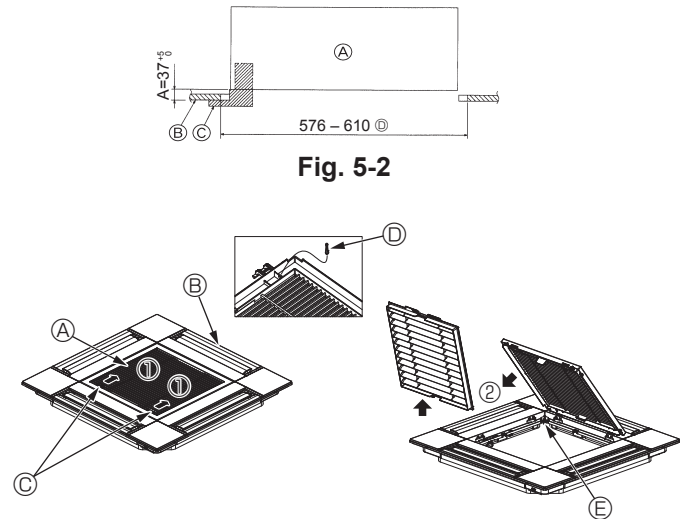
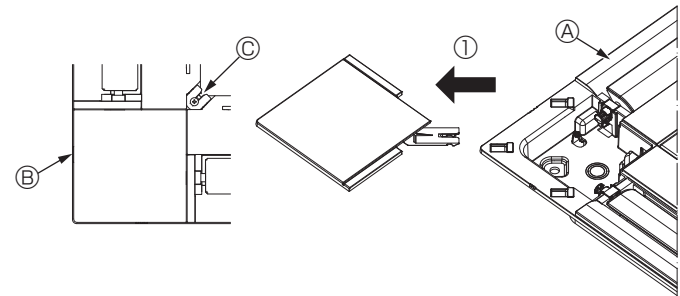

Fig. 5-3
Fig. 5-4
- ① Huvudenhet
② Tak
③ Tolk (tillbehör)
④ Mått på öppningen i taket
5.2.1. Demontera luftintagsgallret (Fig. 5-3)
- Skjut spakarna i pilens riktning ① för att öppna gallret.
- Se till att luftintagsgallret är ställt i "öppet" läge och ta bort gångjärnet på luftintagsgallret från gallret i enlighet med pilen ②.
- ① Luftintagsgaller
② Galler
③ Spakar på luftintagsgallret
④ Gallerkrok
⑤ Hål för gallerkroken
5.2.2. Demontera hörnpanelen (Fig. 5-4)
- Skruva loss skruven i hörnet på hörnpanelen. Skjut hörnpanelen i pilens riktning ① för att ta bort den.
- ① Galler
② Hörnpanel
③ Skruv